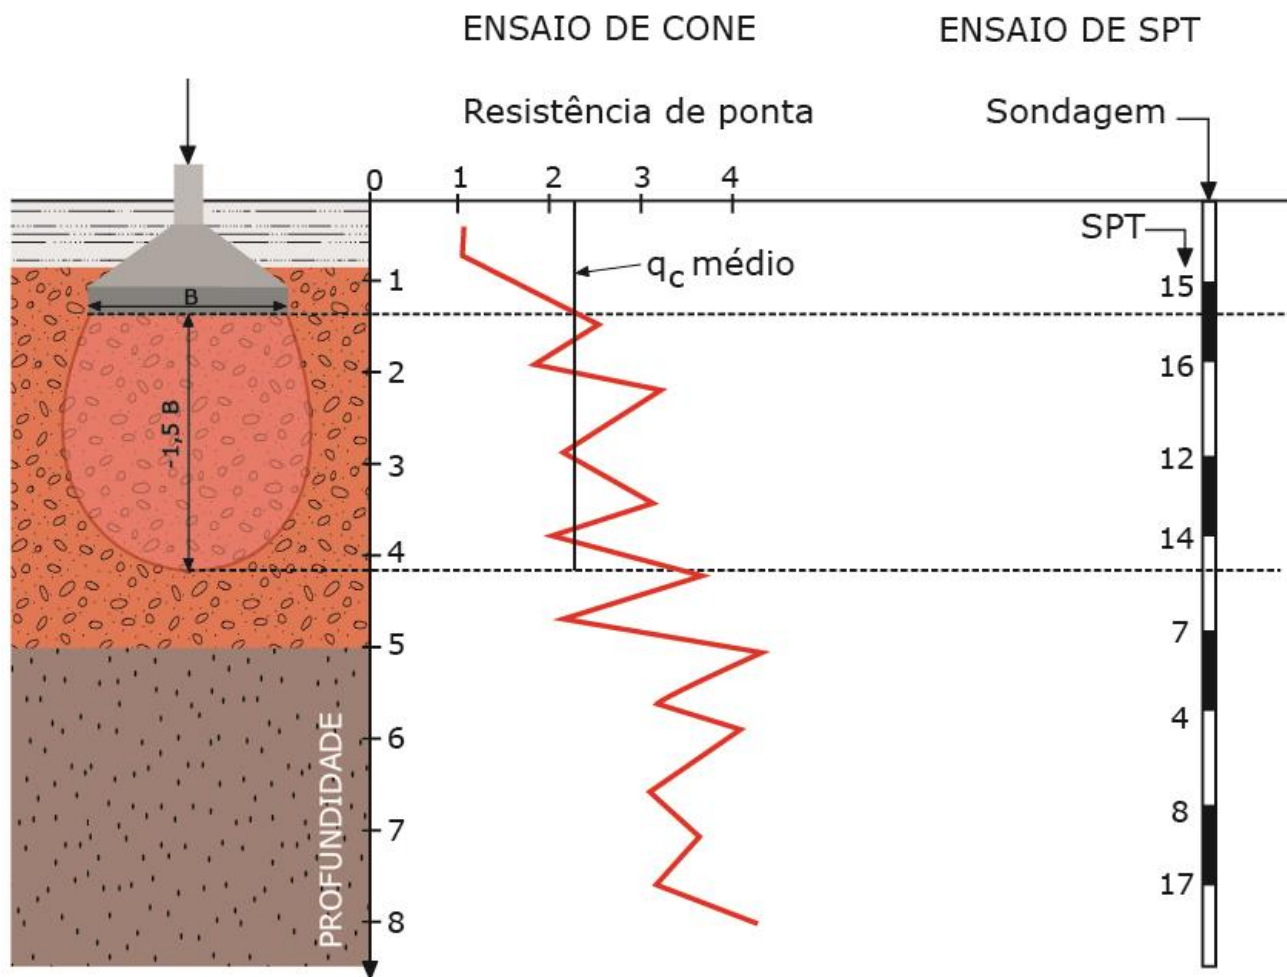

Figura 39: Dados de sondagem de um solo de uma fundação *versus* bulbo de pressão atuante
Perceba que o bulbo de tensões vai definir inclusive a região limite até onde vamos estudar a resistência do solo para fundações superficiais. Veja o exemplo da Figura 39. Como disse, considera-se o bulbo de tensões para acréscimos de até 10% de carga aplicada pela fundação. Assim, quando formos analisar a resistência/módulo de elasticidade do solo para uma **sapata** como na Figura 39, consideraremos as cargas até a **profundidade** que resulte no **bulbo de 10%**, o que para sapatas corresponde a 1,5 a 2 vezes a sua largura (B), ou seja, **1,5 a 2 vezes B**.